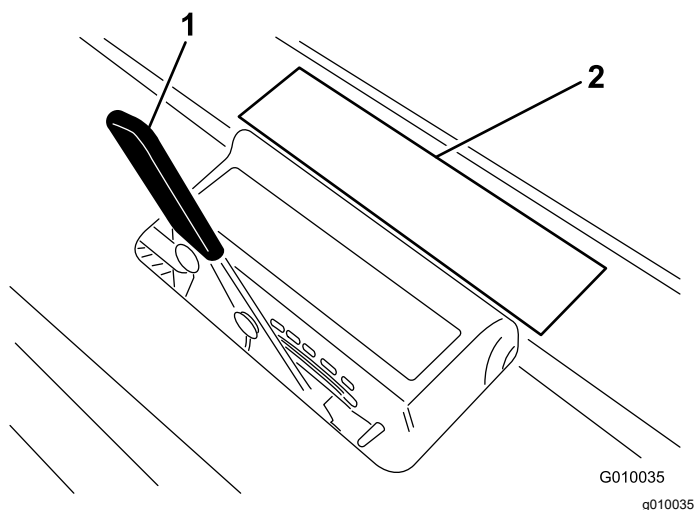

Рисунок 18
3. Уложите зуб на наклейку со шкалой глубины проколов (**Рисунок 18**) так, чтобы один конец зуба был совмещен с требуемой глубиной аэрации (см. «Наложение зуба на наклейку со шкалой»).